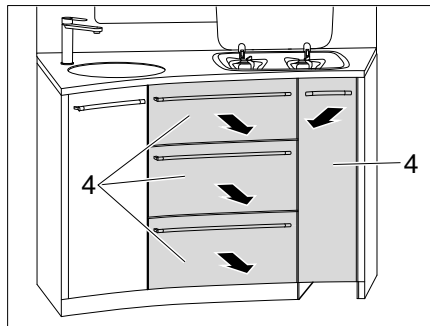

Fig. 128 Retirer le tiroir de cuisine
- Retirer le tiroir de cuisine (Fig. 128,4).